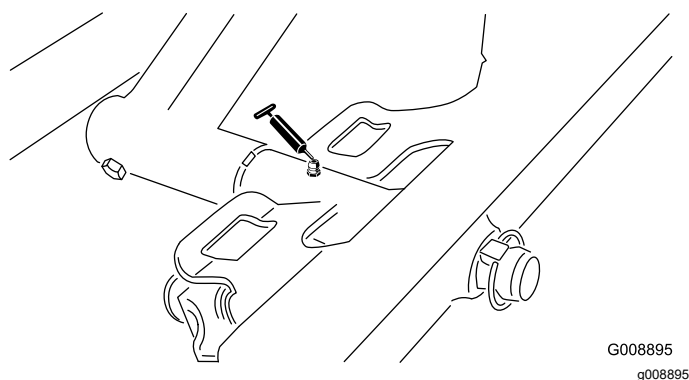

Bild 34
- Drehbüchsen am vorderen Mähwerk (Bild 34)